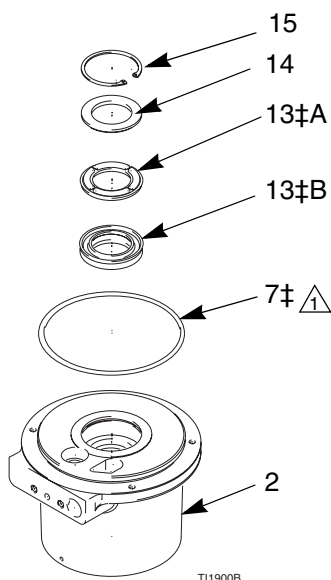

FIG. 11. Base del motor neumático
7. Retire la junta tórica (7) de la base del motor neumático. Utilice la herramienta de extracción de clips para sacar el clip en c (15), y después saque la arandela (14), el anillo (13† A) y el sello (13† B). Anote la orientación de estas piezas. Vea FIG. 11.
1. Coloque la junta tórica (7†) en la base del motor neumático (2). Lubrique la junta tórica y el núcleo central en la base. Instale el sello (13† B) con la ranura dirigida hacia arriba. Instale el anillo (13† A) en la ranura con las muescas dirigidas hacia arriba. Instale la arandela (14) con el lado plano dirigido hacia arriba, y después el clip en C (15). Vea FIG. 11.